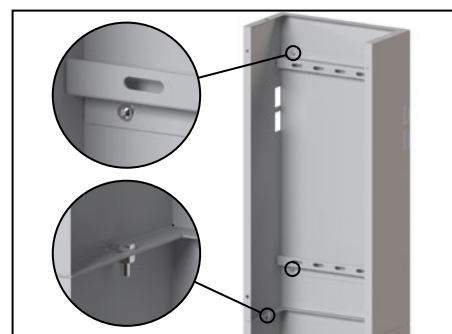

Рис. 38
2.5. Установить короб верхний КЭТ/КСС (4.2) на короб КЭТ силовой/транзитный (2.1). Закрепить короб верхний КЭТ/КСС (4.1) с помощью двух болтов М6х14, и гайки М6 с фланцем, далее прикрепить короб верхний КЭТ/КСС (4.1) к стене при помощи дюбелей, как показано на рис. 38.